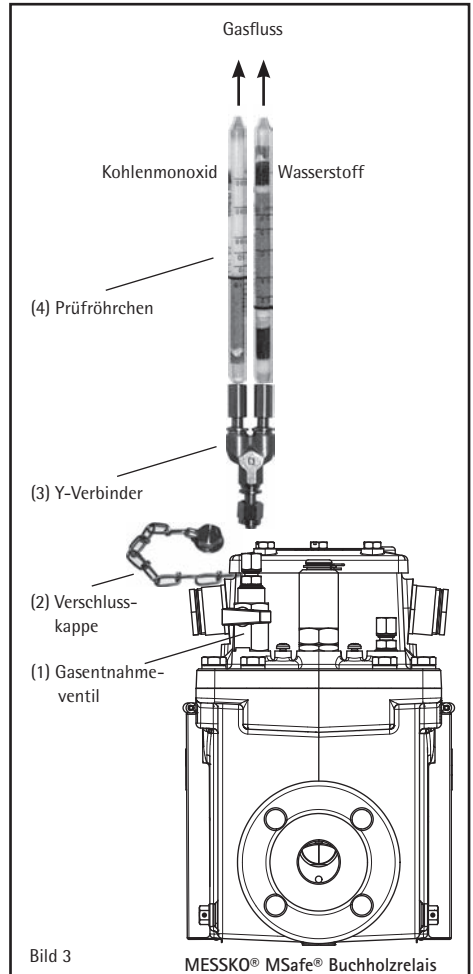
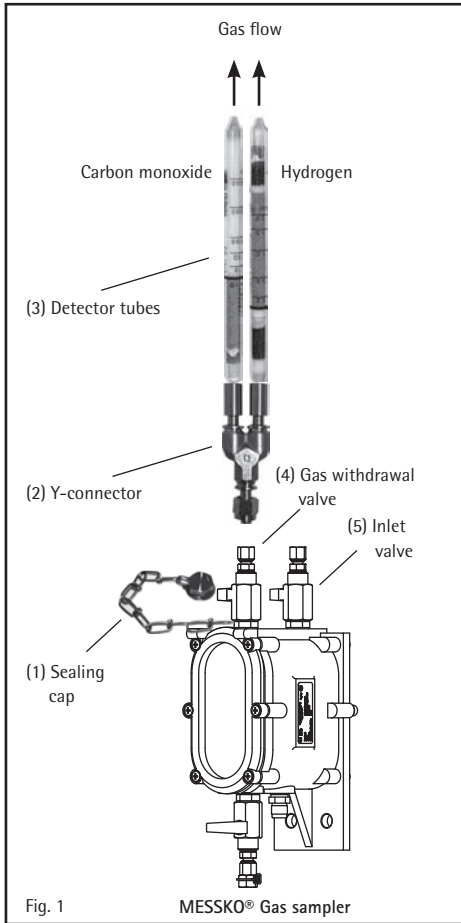
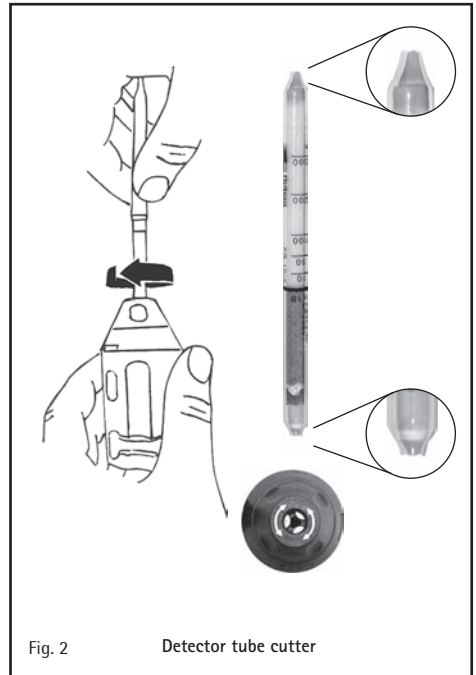

Bild 3
Fig. 1
Fig. 2
- (1) Verschlusskappe (Bild 1/1) von Gasentnahmeventil (Bild 1/4) abschrauben.
- (2) Y-Verbinder (Bild 1/2) auf Gasentnahmeventil (Bild 1/4) aufschrauben und sicheren Sitz prüfen.
- (3) Prüfröhrchen für die Kohlenmonoxid- und Wasserstoff-Analyse mit Röhrchenöffner auf beiden Seiten aufschneiden
(siehe Bild 2) und in Y-Verbinder (Bild 1/2) einsetzen. Der Pfeil auf dem Prüfröhrchen gibt die Durchflußrichtung an. Wird nur auf das Vorhandensein eines Fehlergases geprüft, so kann der unbenutzte Ausgang des Y-Verbinder mittels vorhandenem Verschlussstecker verschlossen werden.
(4) Einlassventil (Bild 1/5) und Gasentnahmeventil (Bild 1/4) öffnen, sodass die Gase aus dem Gasentnahmegesetz durch die Prüfröhrchen ausgeleitet werden. Der dafür notwendige
Druck innerhalb des Gasentnahmegesetzes muss > 0,5 bar betragen. Den steigenden Ölpegel im Schauglas beobachten und das Einlassventil (Bild 1/5) und das Gasentnahmeventil (Bild 1/4) schließen, sobald der Ölpegel noch etwa 2 cm vom oberen Rand des Schauglases entfernt ist.
(6) Gasentnahmeventil wieder schliessen, Prüfröhrchen vorsichtig entfernen und Y-Verbinder abschrauben. Verschlusskappe (Bild 1/1) wieder auf Gasentnahmeventil aufschrauben.
(7) Betriebsbereitschaft des Gasentnahmegärts ggfs. wieder herstellen (siehe BA 3178923 Kapitel 4.1 und Kap. 4.2).
(1) Verschlusskappe (Bild 3/2) von Gasentnahmeventil (Bild 3/1) abschrauben.
(2) Y-Verbinder (Bild 3/3) auf Gasentnahmeventil (Bild 3/1) aufschrauben.
(3) Prüfröhrchen für die Kohlenmonoxid- und Wasserstoff-Analyse mit Röhrchenöffner auf beiden Seiten aufschneiden (siehe Bild 2) und in Y-Verbinder (Bild 3/3) einsetzen. Der Pfeil auf dem Prüfröhrchen gibt die Durchflußrichtung an. Wird nur auf das Vorhandensein eines Fehlgeruchs geprüft, so kann der unbenutzte Ausgang des Y-Verbinders mittels vorhandenem Verschlussstecker verschlossen werden.
(4) Gasentnahmeventil (Bild 3/1) öffnen, sodass die Gase aus dem MSafe Buchholzrelais durch die Prüfröhrchen ausgeleitet werden. Der dafür notwendige Druck innerhalb des Buchholzrelais muss > 0,5 bar betragen. Den steigenden Ölpegel im Schauglas des Buchholzrelais beobachten und das Gasentnahmeventil (Bild 3/1) schliessen, sobald der Ölpegel am oberen Rand des Schauglases anliegt.
(6) Das Gasentnahmeventil (Bild 3/1) wieder schliessen, Prüfröhrchen vorsichtig entfernen und Y-Verbinder abschrauben. Verschlusskappe (Bild 3/2) wieder auf Gasentnahmeventil aufschrauben.
(7) Betriebsbereitschaft des MSafe Buchholzrelais ggfs. wieder herstellen (siehe BA 2722549).
- (1) Unscrew the sealing cap (Fig. 1/1) from the gas withdrawal valve (Fig. 1/4).
- (2) Screw the Y-connector (Fig. 1/2) onto the gas withdrawal valve (Fig. 1/4) and check if the connector is tightened properly.
- (3) Cut open the detector tubes for the carbon monoxide and hydrogen analysis on both sides using the tube cutter
(see Fig. 2) and insert into the Y-connector (Fig. 1/2). The arrow on the detector tube indicates the gas flow direction.
(4) Open the inlet valve (Fig. 1/5) and the gas withdrawal valve (Fig. 1/4) so that the gases can be routed out of the gas
sampler through the detector tubes. The necessary pressure for this inside the gas sampler must be > 0.5 bar. Observe the rising oil level in the inspection window and close the inlet valve (Fig. 1/5) and the gas withdrawal valve (Fig. 1/4) as soon as the oil level is still approximately 2 cm from the top edge of the inspection window.
(6) Close the gas withdrawal valve again, carefully remove the detector tubes and unscrew the Y-connector. Screw the sealing cap (Fig. 1/1) back onto the gas withdrawal valve.
(7) If necessary, re-establish the gas sampler's operational readiness (see BA 3178923 section 4.1 and section 4.2).
(1) Unscrew the sealing cap (Fig. 3/2) from the gas withdrawal valve (Fig. 3/1).
(2) Screw the Y-connector (Fig. 3/3) onto the gas withdrawal valve (Fig. 3/1).
(3) Cut open the detector tubes for the carbon monoxide and hydrogen analysis on both sides using the tube opener (see Fig. 2) and insert into the Y-connector (Fig. 3/3). The arrow on the detector tube indicates the gas flow direction. If the test is only being carried out to verify the presence of a fault gas, the unused outlet of the Y-connector can be sealed off using the sealing plug provided.
(4) Open the gas withdrawal valve (Fig. 3/1) so that the gases can be routed out of the MSafe Buchholz relay through the detector tubes. The necessary pressure for this inside the